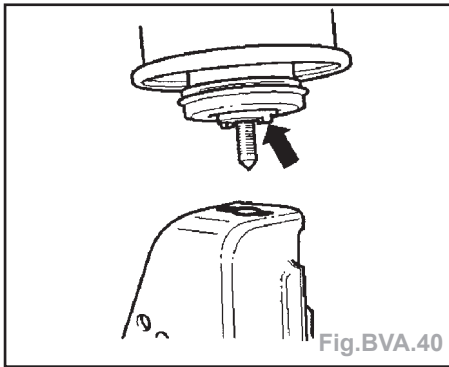

Fig. BVA.40
- Veiller à ce que les ergots du silentbloc (flèche) s'encastrent dans les évidements du palier de fixation (Fig. BVA.40).